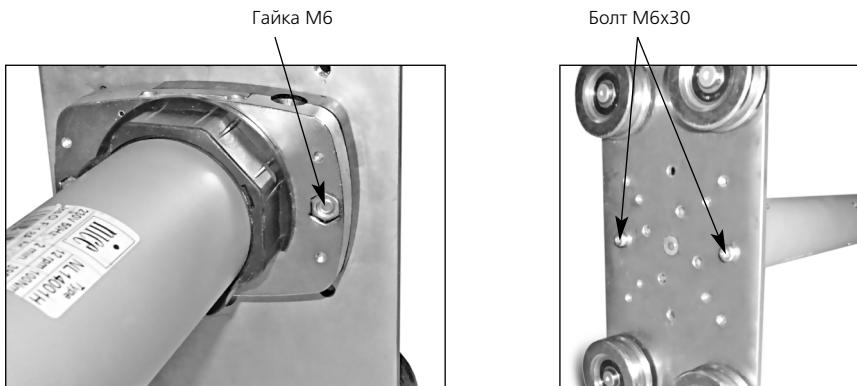

Рис.3.1 Крепление двигателей "Nice" серий Neo MH и Neo LH.
- серии Neo LH крепятся к каретке при помощи двух болтов M6x30 с шестигранной головкой и размером под ключ S10 или винтов M6x30 с цилиндрической головкой с внутренним шестигранником S5 и двух гаек M6, устанавливаемых в шестигранные отверстия оголовка привода. Для крепления завести болты с обратной стороны каретки (рис.3.1).